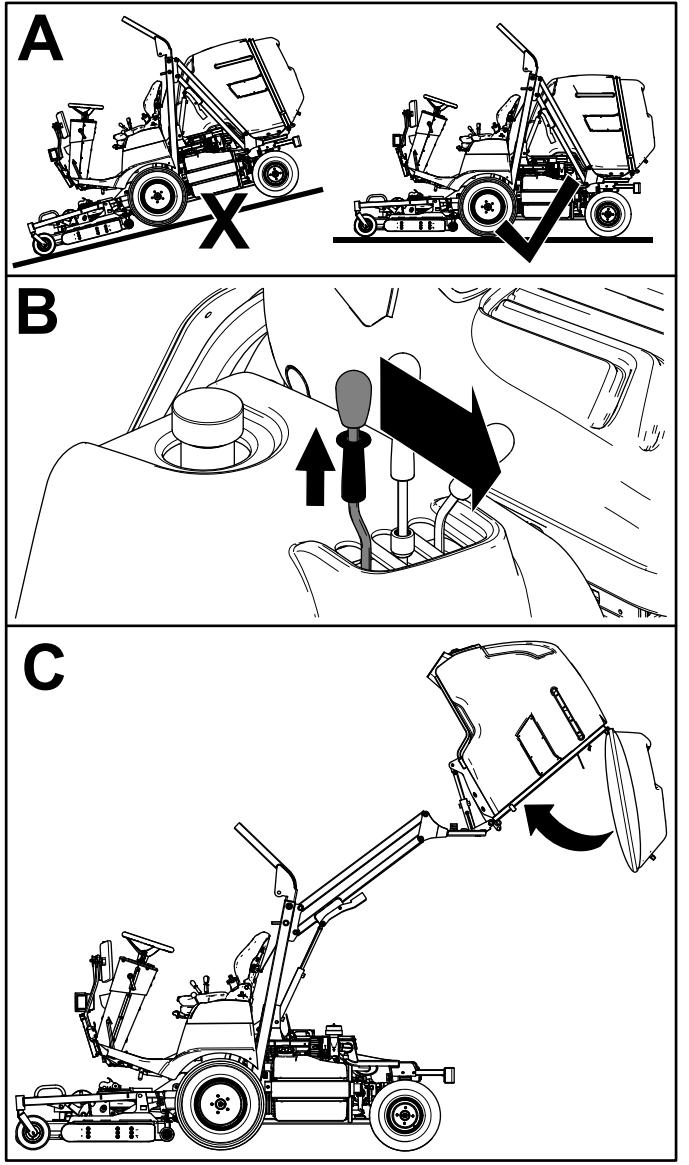

図 26
2. ダンプ終了後は、ホッパーダンプレバーのロックカラーを上に引き、レバーを前方に傾けてホッパーを閉じてください図 26。